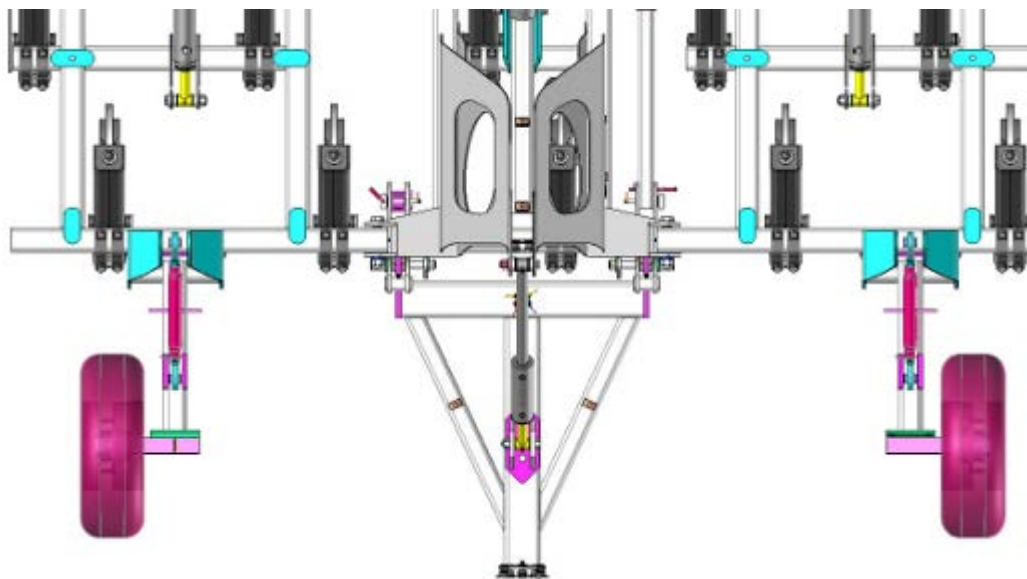

Рисунок 7.
- Смонтировать опорные колеса на раму агрегата (рис. 7).